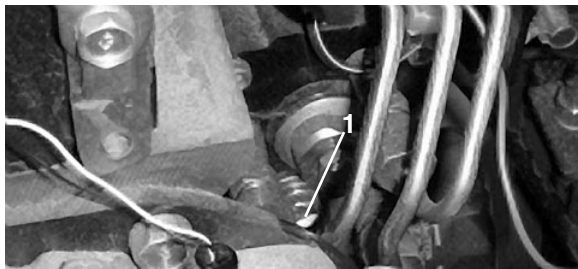

Bild 23
4. Öffnen Sie die Entlüftungsschraube an der Kraftstoffeinspritzpumpe (Bild 23) mit einem 10 mm Schraubenschlüssel.